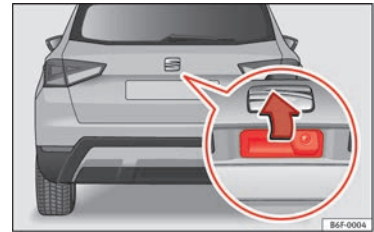

Abb. 6 Heckklappe: Haltegriff
Die Öffnung der Heckklappe erfolgt über ein elektrisches System*. Dieses wird mit einem leichten Druck auf den Haltegriff aktiviert » **Abb. 6**.
- Heckklappe öffnen: drücken Sie leicht auf den Haltegriff » Abb. 6. Es öffnet sich selbsttätig.